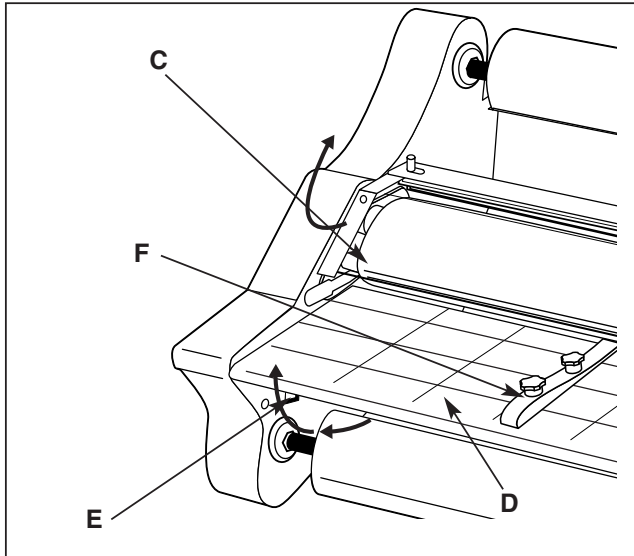

Figure 3
C. SAFETY SHIELD: (Figure 3.) Prevents inadvertent contact with the heat shoes.
D. FEED TABLE: (Figure 3.) The Feed Table is used to position items for lamination. **The laminator will operate only when the Feed Table and Feed Table Latch are properly installed.**
E. FEED TABLE LATCH: (Figure 3.) Used to lock the Feed Table into position and activate an interlock switch. The latch is located on the left underside of the Feed Table. The table cannot be removed without retracting the latch to the right while lifting the table upwards and away from the laminator. **The laminator will not operate when the table is removed and/or the latch is retracted.**
F. FEED GUIDE: (Figure 3.) The Feed Guide aligns the item(s) to be laminated and is used to keep longer items straight. The Feed Guide may also be used to feed smaller items side by side by positioning the guide towards the center of the Feed Table and placing smaller items against each side of the Feed Guide as they are being introduced into the nip point of the heat rollers. To position the adjustable guide, loosen the knob on the top of the guide, slide it to the desired position and tighten the knob to secure in place.
C. ÉCRAN DE SÉCURITÉ : (figure 3) Préviennent le contact accidentel avec les rouleaux chauffants.
D. PLATEAU D'ALIMENTATION : (figure 3). Le plateau d'alimentation sert à positionner les articles à plastifier. **La plastifieuse ne fonctionne que lorsque le plateau d'alimentation et le verrou de la table d'alimentation sont bien installés.**
F. GUIDE D'ALIMENTATION : (figure 3). Le guide d'alimentation aligne les articles à plastifier et sert à garder les articles plus longs droits. Ce guide peut aussi servir pour mettre les articles plus petits côte-à-côte en positionnant le guide vers le centre du plateau d'alimentation et en plaçant les articles plus petits contre chaque côté du guide en les introduisant dans la pointe de pince des rouleaux chauffants. Pour positionner le guide réglable, dégagez le bouton sur le dessus du guide, glissez-le à la position voulue et resserrez le bouton pour le fixer en place.